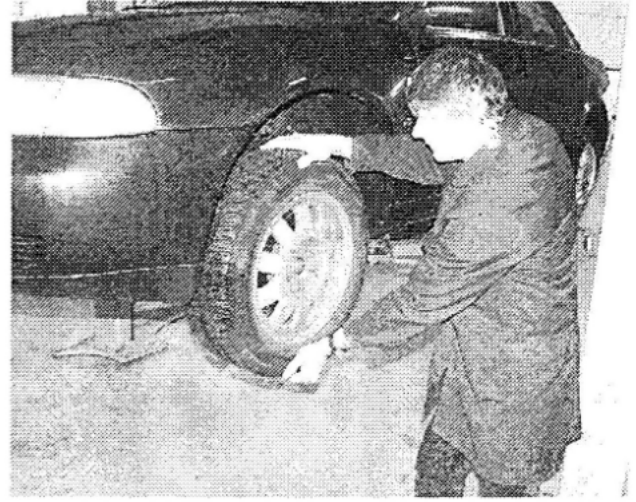

Рисунок 7
3. Проверьте люфт ступицы с обеих сторон (рис.7)